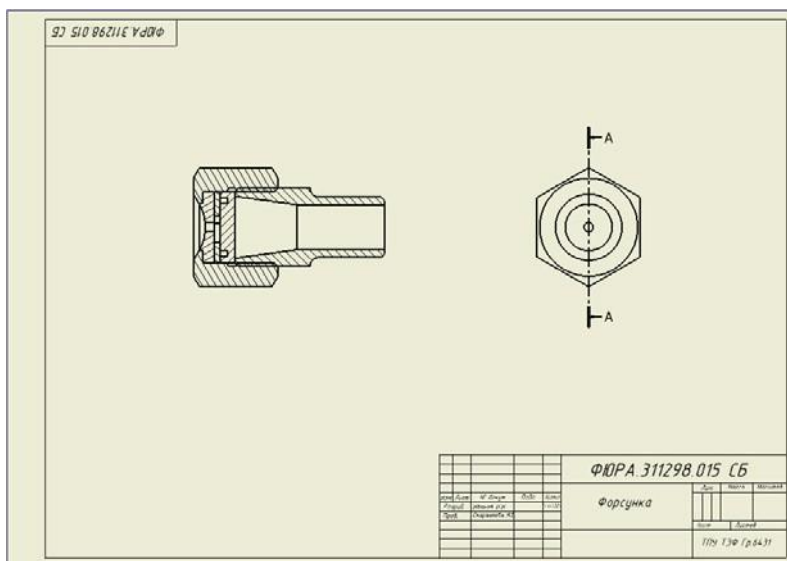

Рисунок 8.8 – Расположение изображений на листе
- Выведите курсор мыши на поле чертежа, расположите деталь так, как показано на рис. 8.8 и нажмите левую кнопку мыши.